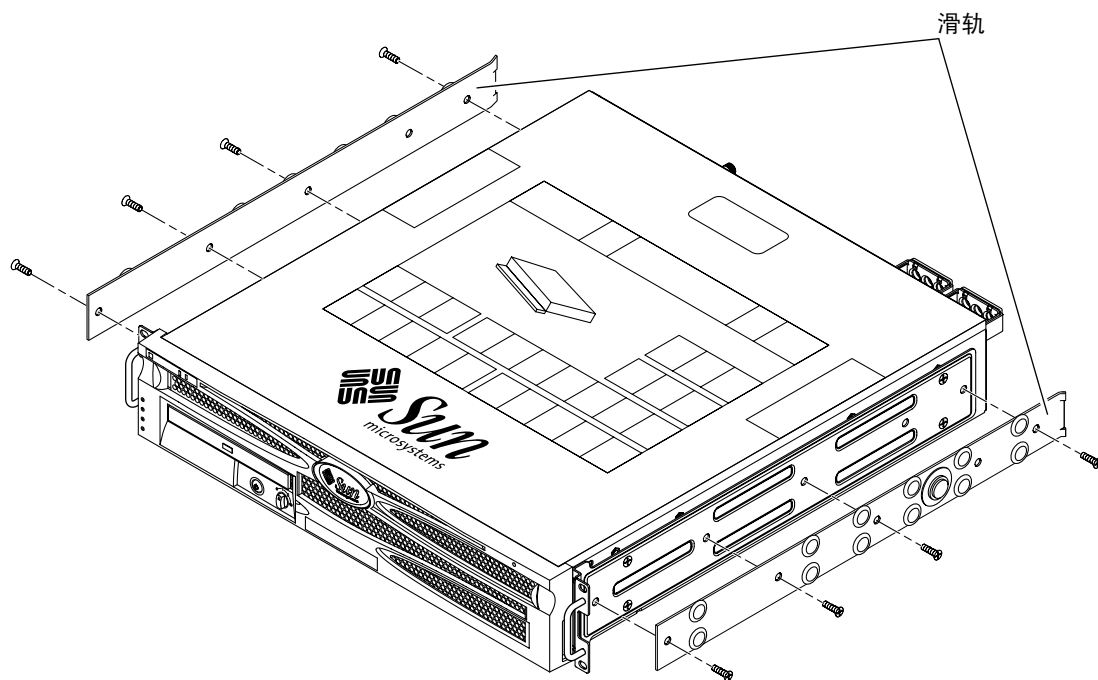

图 3-9 将滑轨固定到系统机箱上
5. 从机架安装套件中取出 8 颗 M4 × 0.5 × 5 毫米十字盘头螺钉（每组滑道用四颗），将两组滑轨分别固定到系统机箱的两侧（图 3-9）。